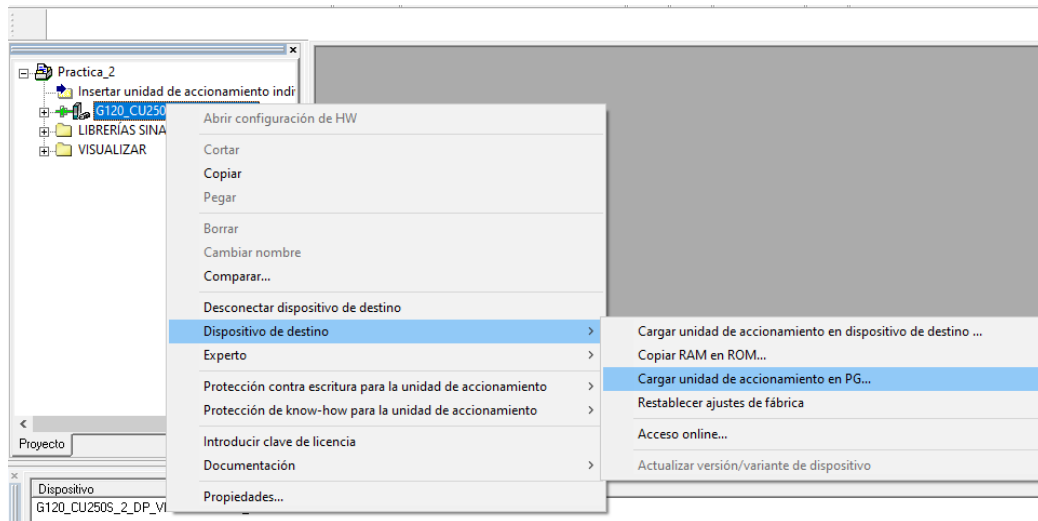

Figura 22: Cargar unidad de accionamiento en PG
13) Luego de realizar el restablecimiento de fábrica, se procederá a empezar con la configuración y puesta en marcha del variador, para ello se debe dirigir a la ventana del navegador de proyectos en la parte izquierda y hacer clic derecho sobre la unidad de accionamiento “G120_CU250S_2_DP_VECTOR”, luego seleccionamos la opción “**Dispositivo de destino**” y seleccionamos la opción “**Cargar unidad de accionamiento en PG**” (ver Figura 22).